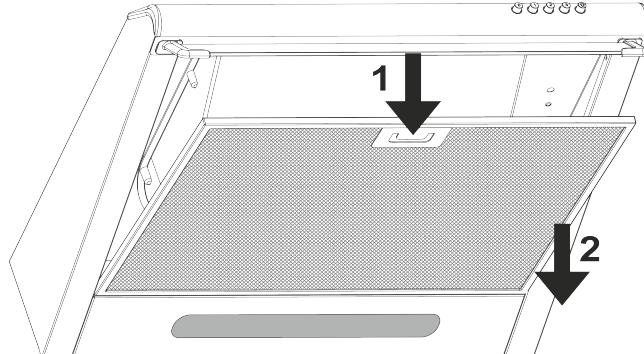
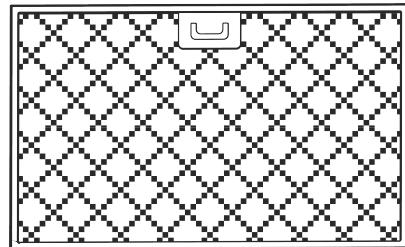

Рис. 8
Рис. 10
Для снятия алюминиевого фильтра (**рис.8**) следует нажать на пружинную **задвижку 1** на фильтре и потянуть на себя **вниз 2**, снять его. Установка фильтра выполняется в обратном порядке.
- снять алюминиевый фильтр **1** (**рис.8**), формат фильтров показан на (**рис.10**);